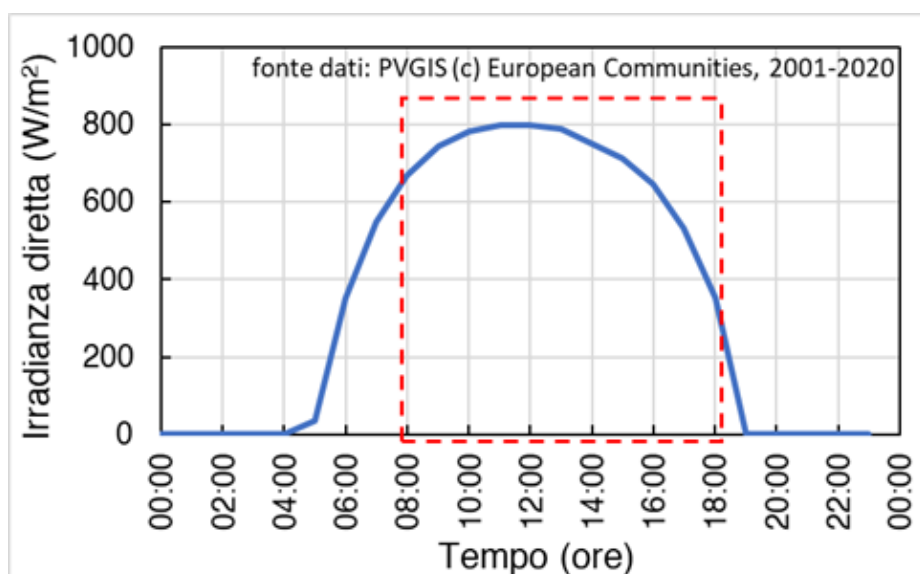
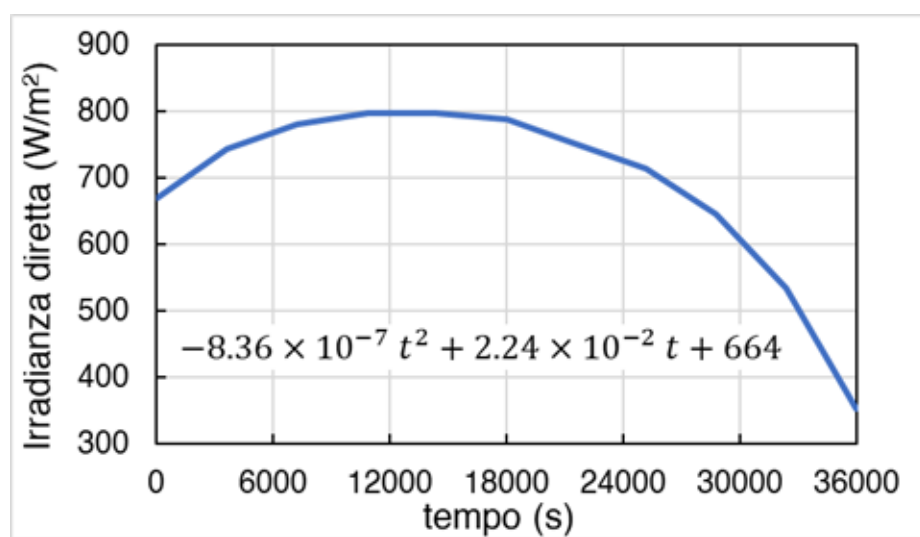

Figura 4: Profilo di irradianza diretta durante una giornata di luglio.
Figura 5: dettaglio del profilo di irradianza
- 7) (a casa) Si consideri il sistema descritto nell'esercizio 6 in una tipica giornata di Luglio. L'irradianza diretta durante l'arco della giornata varia secondo la curva riportata in figura 4 di cui si ha uno zoom in figura 5. Valutare l'evoluzione della temperatura nel tempo al centro e alla fine del tubo nell'arco orario che va dalle 08:00 alle 18:00, risolvendo il problema di pura advezione con uno schema alle differenze finite.